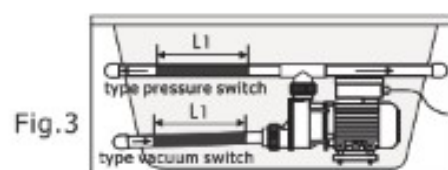

Fig.3
2.3 - Tuyau en PVC : (Fig. 3) Coupez une longueur spécifique du tuyau en PVC à partir de la sortie de la pompe et connectez-la à la buse. Note : la taille du connecteur de tuyau doit être conforme à celle du tuyau de la baignoire.